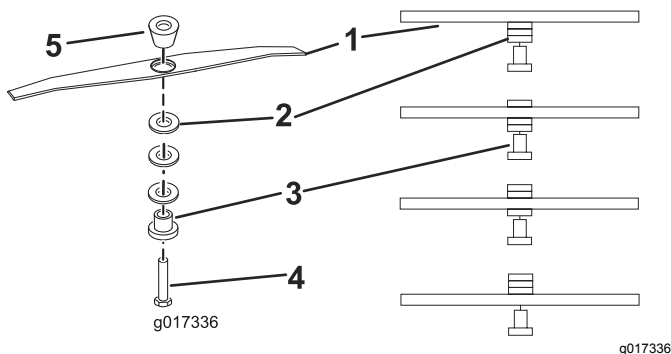
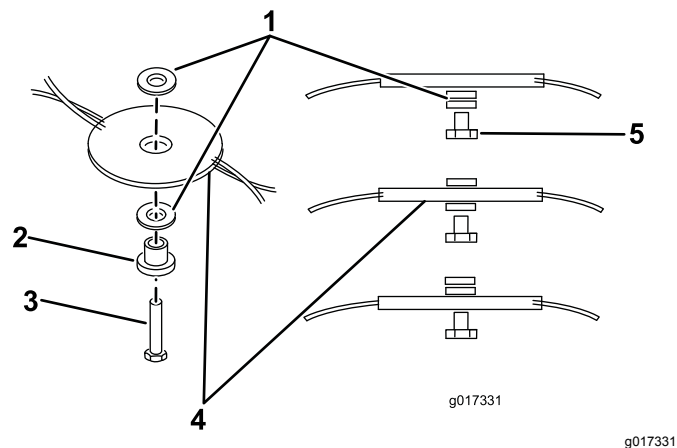

Bild 12
Bild 13
6. Versetzen Sie die Distanzstücke auf die gewünschte Höhe und setzen Sie den Freischneidfaden (Flexi Blade) bzw. die Schnittleiste wieder ein (Bild 12, Bild 13).